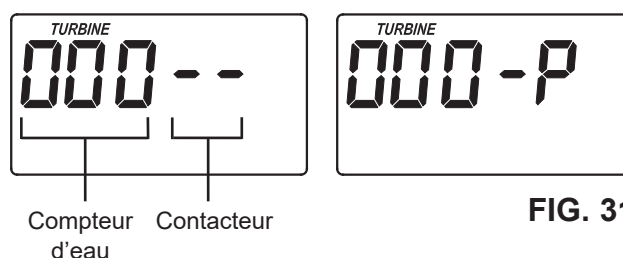

FIG. 31
1. Appuyez sur le sélecteur pendant 3 secondes : l'un des deux écrans de la Figure 31 sera alors affiché. Si la vanne est en position service, remplissage, saumurage, contre-lavage ou rinçage rapide (regardez les repères sur la came), l'écran doit afficher « 000 - - » (contacteur de position ouvert). Lorsque la came tourne, l'écran doit afficher « 000 - P » (contacteur de position fermé).
2. Le 3 premiers chiffres de l'affichage dans la Figure 31 doivent augmenter lorsque l'eau circule dans le système.